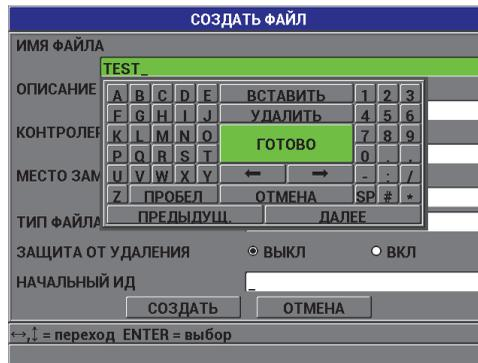

Рис. 7-2 Экран СОЗДАТЬ ФАЙЛ
2. В окне **СОЗДАТЬ ФАЙЛ** (см. Рис. 7-2 на стр. 124):